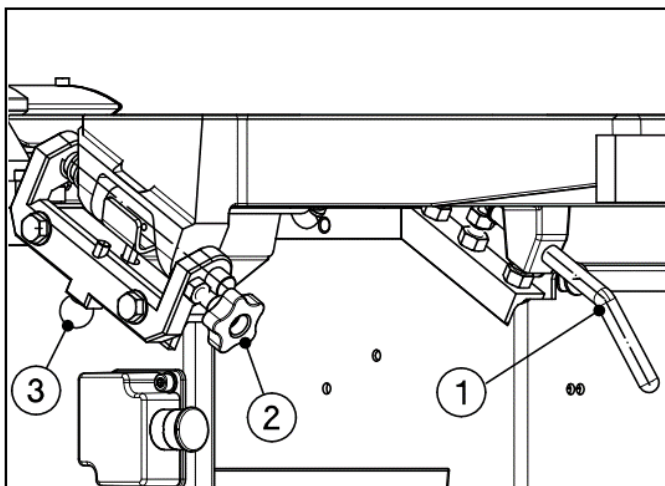
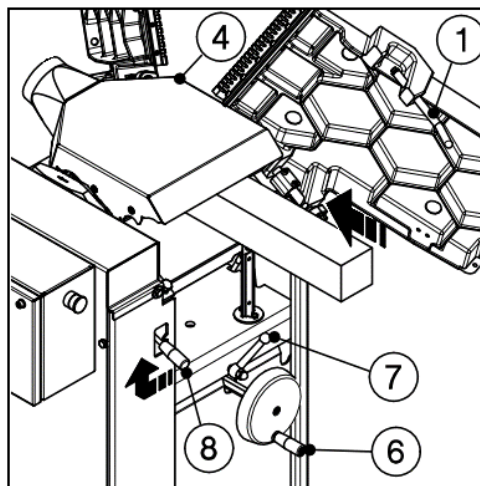

Abb. 11
Abb. 12
- 1 Schwenken Sie die Schutz-/Absaugeinrichtung auf die Hobelwelle (Abb. 12+13) und sichern Sie sie mit dem Sicherungsstift (Abb. 11).